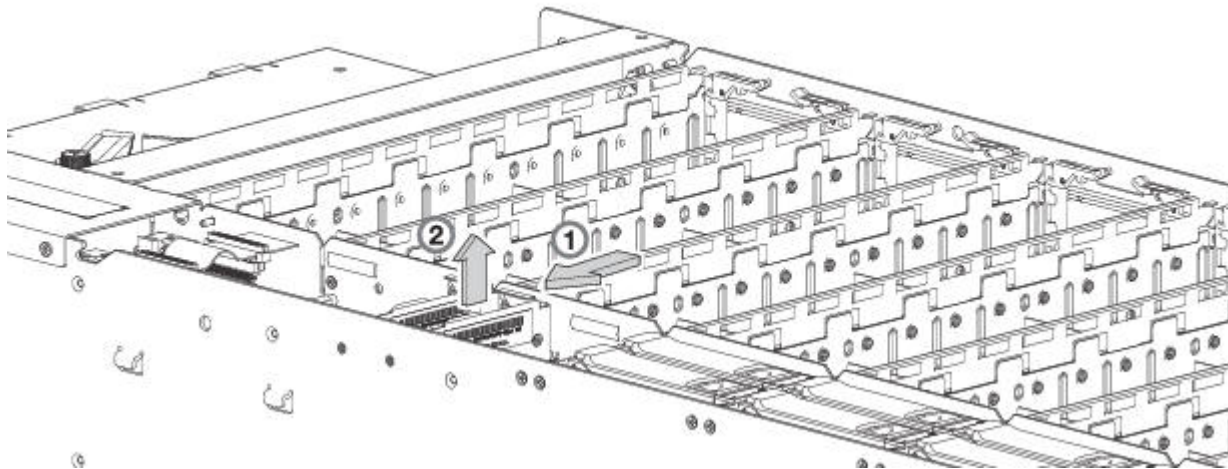
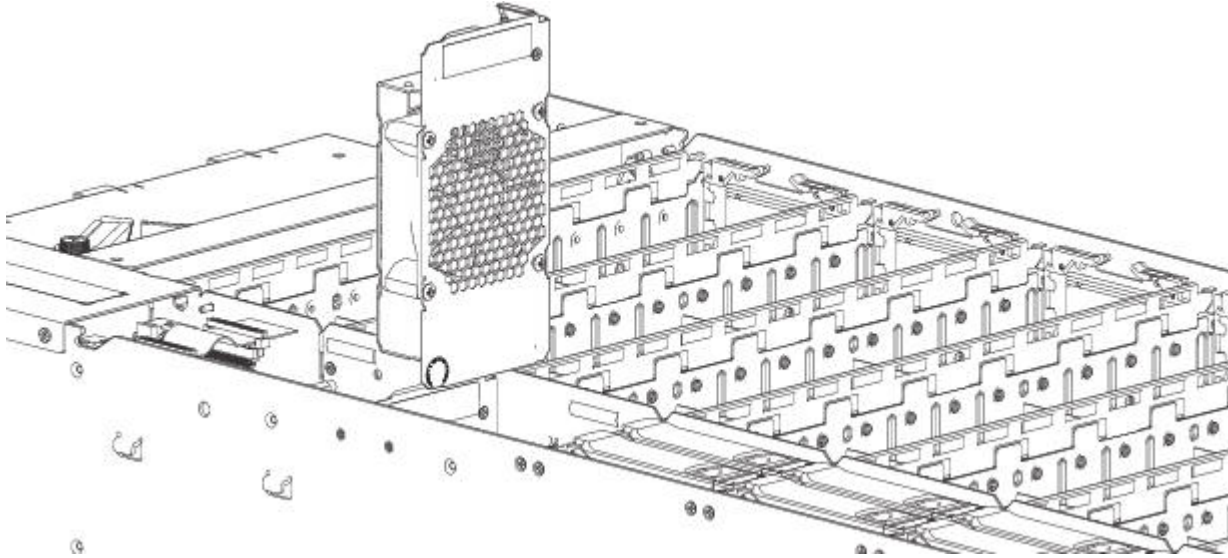

Figura 66. Extracción de un ventilador de controlador (1 de 2)
Figura 67. Extracción de un ventilador de controlador (2 de 2)
1. Sujete la pestaña de mecanismo de cierre de la pared de canal interior del alojamiento y apriete la pestaña contra la pared para liberar el ventilador de canal de su posición de bloqueo como se muestra en la Figura 66.
2. Con la otra mano, sujete el tirador situado en la parte superior del ventilador y tire hacia arriba para extraer el ventilador de su ranura, como se muestra en la Figura 67 en la página 81.
Consulte Figura 66 en la página 80 y Figura 67 al realizar este procedimiento, pero ignore la flecha direccional dado que insertará el módulo en la ranura, en lugar de extraerlo.